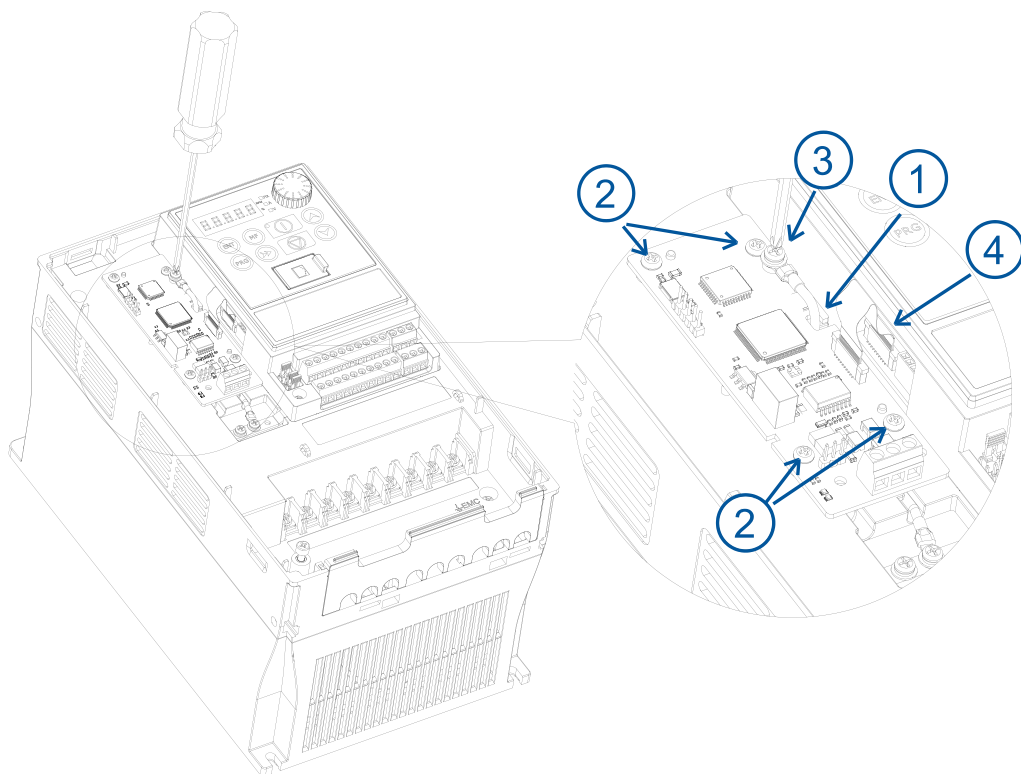

图 2-3 G100-Profibus 扩展卡安装示意图
3) G100-Profibus 扩展卡安装：如图 2-3，在进行 G100-Profibus 扩展卡的安装时，请遵循以下步骤以确保正确和安全的安装：①地线穿过 G100-Profibus 扩展卡过线孔；②板卡置于中壳上，用 4 颗 ST2.9X9.5 自攻螺钉固定板卡；③用 M3X10 组合螺钉将地线线鼻子固定在板卡上的接地贴片螺母上；④将板卡上的 FPC 插座锁扣轻轻抬起，插入 FPC，压下锁扣锁紧。注意：FPC 斑马条方向朝向与 FPC 插座接触方向相匹配。